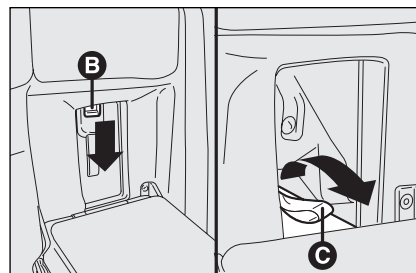

fig. 117
- ☐ presione la manilla **B**-fig. 117 y baje la tapa. Para cerrar la tapa tire de la patilla **C**.